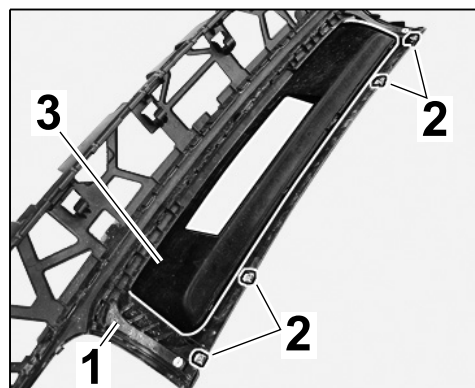

Рис. 7
- 3.3.3 Снять пластинчатые гайки ⇒ *Рис. 7* -**2**- с серийного заднего фартука ⇒ *Рис. 7* -**1**- и накладки задней части кузова ⇒ *Рис. 7* -**3**- и смонтировать их на новую накладку задней части кузова и задний фартук.